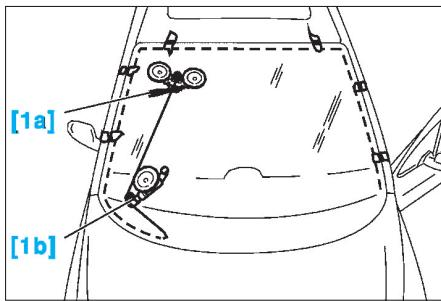

FIG. 75
- Fixer l'outil [1b] (Fig.75).